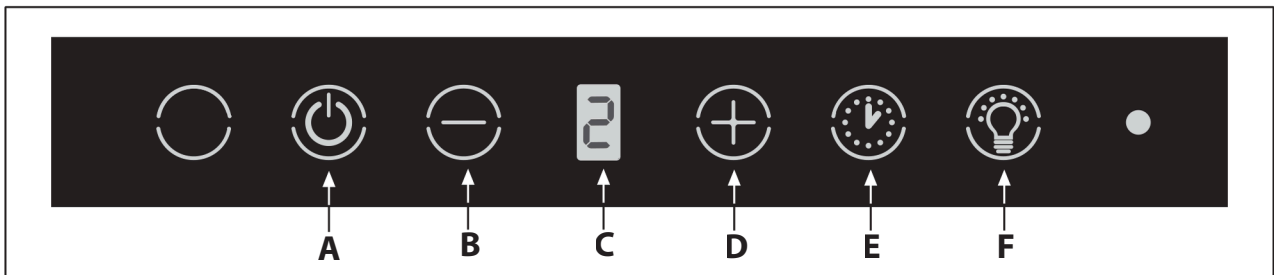

Fig.23
- **Manöverfunktioner (Fig.23): ANMÄRKNING:** med detta kommando kan du även styra enheten med en fjärrkontroll, som kan begäras som tillbehör.